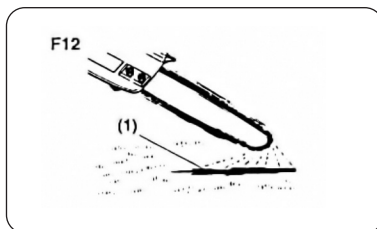

Рис. 11
- После пуска двигателя прогнать цепь на средней скорости вращения для удаления лишнего масла, как показано на (Рис. 11)